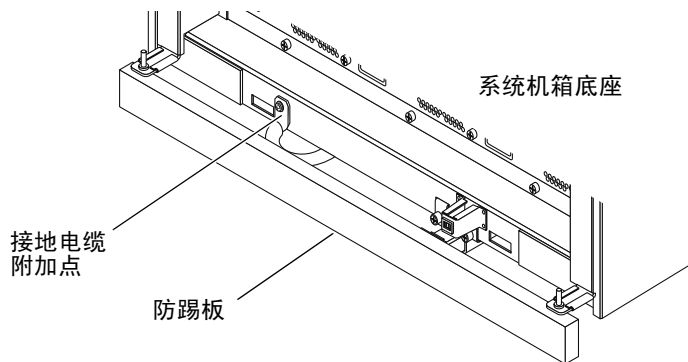

图 2-4 系统机箱上的接地电缆附加点
3. 如图 2-4 所示，将接地电缆连接到系统框架底座底部、防踢板后方的附加点。